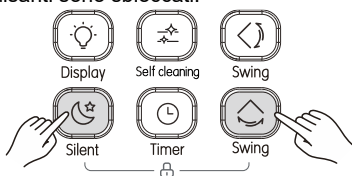

Fig. 3.19
- 1) Premere contemporaneamente  e , per bloccare i pulsanti (vedi Fig. 3.19). Sul display appare il simbolo del lucchetto . Pulsanti sono bloccati.